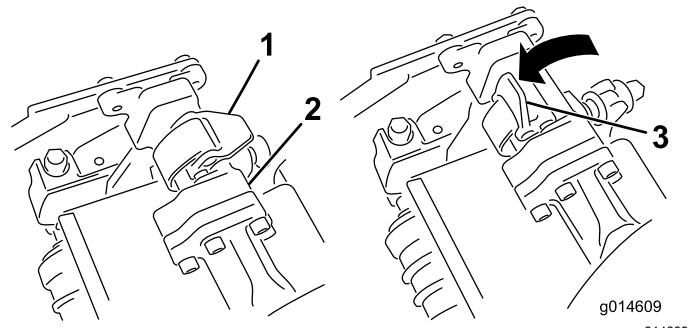
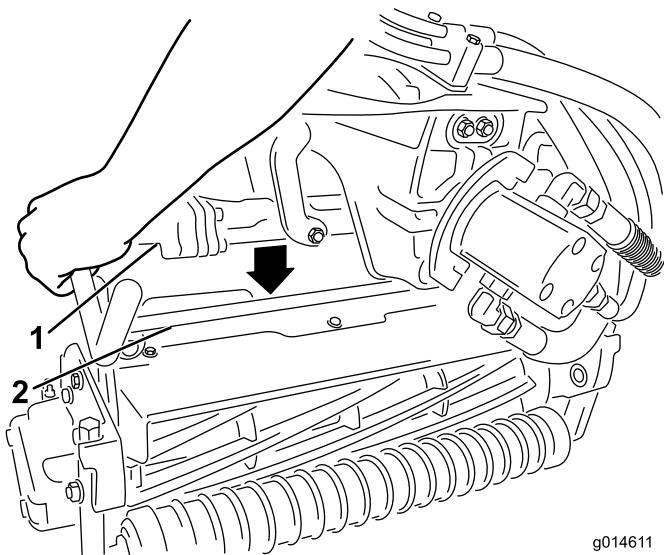

図 42
図 43
3. サスペンションアームのバーについているラッチを上向き開いた状態にして **図 42**、サスペンションアームを押し下げて、バーを、カッティングユニットのバーの上に被せるようにする **図 43**。
4. ラッチを下げる閉じるとカッティングユニットのバーがロックされてユニットがアームにセットされる図 42。
4. 取り外したいカッティングユニットのサスペンションアームのバーについているラッチを開く図 42。